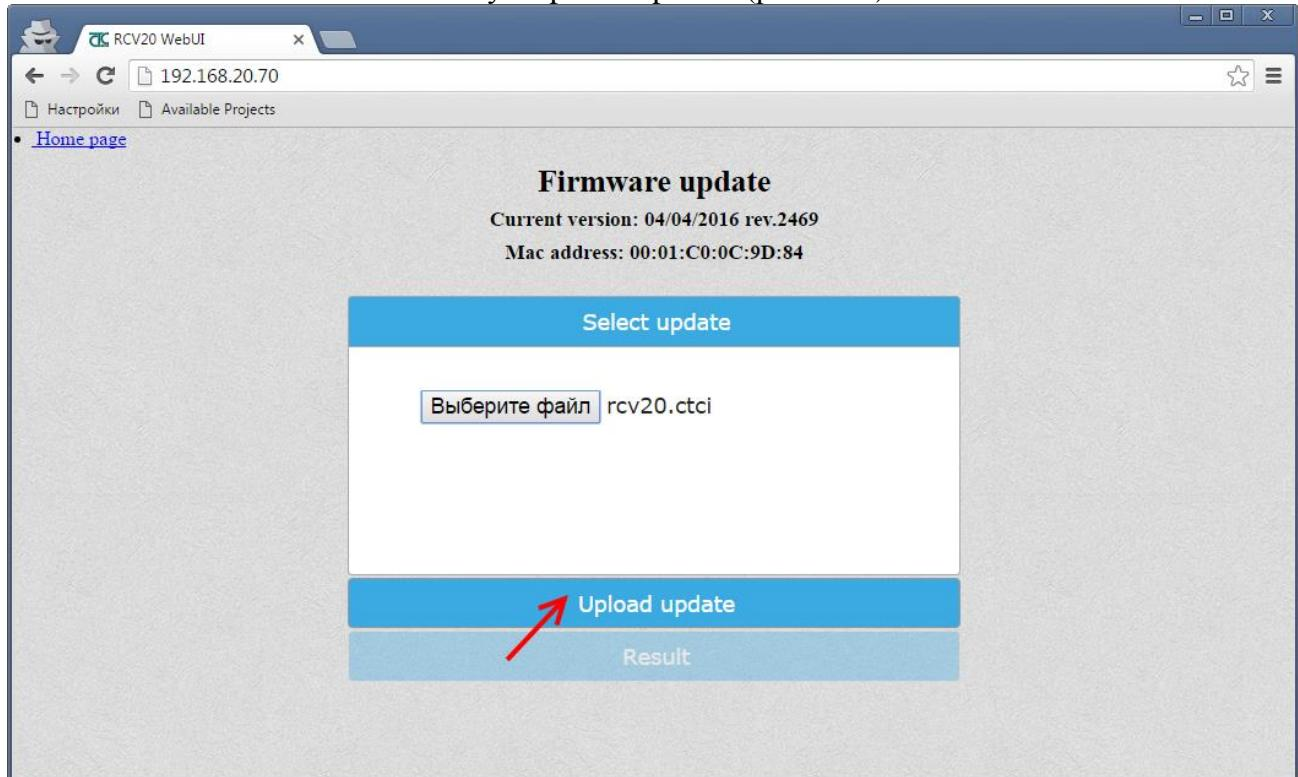

Рисунок 8.29 – Страница «Firmware Update» - файл обновления выбран
8.10.4.5 Нажать кнопку «Upload Update» (рис. 8.29).